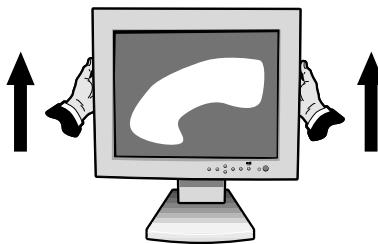

Figure R.1
Pour lever l'écran, placez vos deux côtés de l'écran et levez (Figure R.1).
2. Saisissez le moniteur des deux côtés et levez-le en hauteur maximum (Figure R.1).